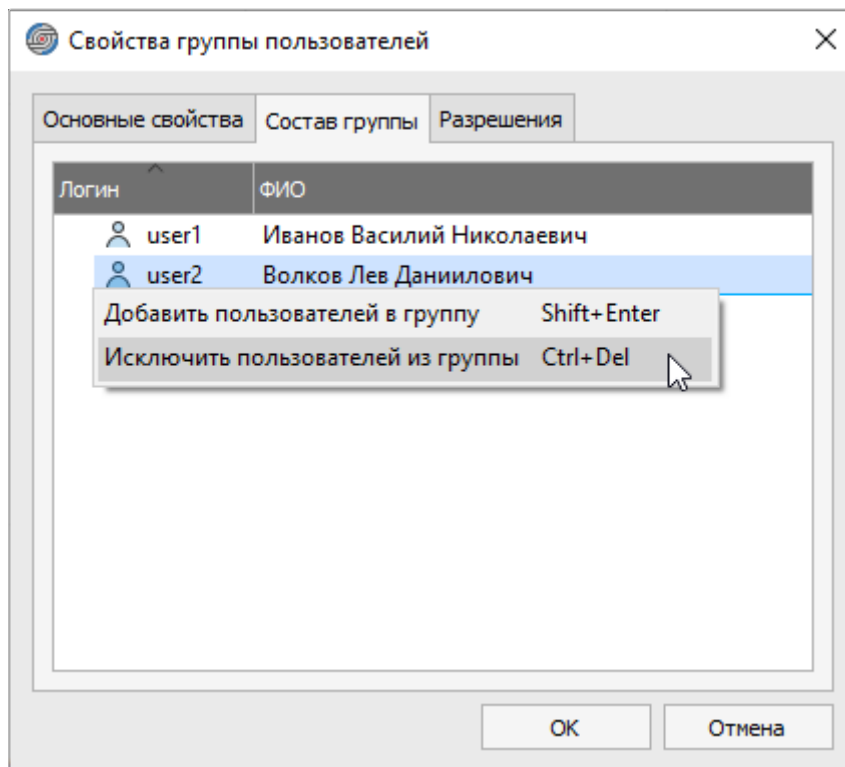

Рисунок 85. Исключение пользователей из группы
- 3) Вызвать контекстное меню на нужной группе пользователей и выбрать команду «Свойства групп пользователей». В открывшемся окне «Свойства групп пользователей» (см. рисунок 85) выделить нужного пользователя или пользователей, вызвать контекстное меню и выбрать команду «Исключить пользователей из группы».